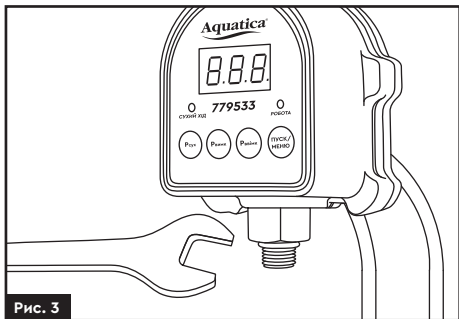

Рис. 3
- › Для запобігання пошкодження реле при монтажі, необхідно використовувати гайковий ключ (**рис. 3**). Не рекомендується закручувати реле, тримаючи його руками за корпус.